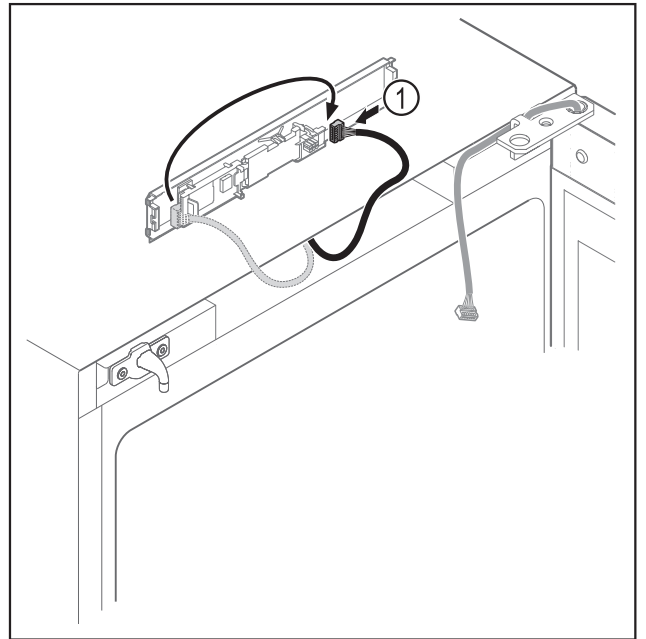

Fig. 18
- ▶ Stekker Fig. 18 (1) op printplaat verwisselen.